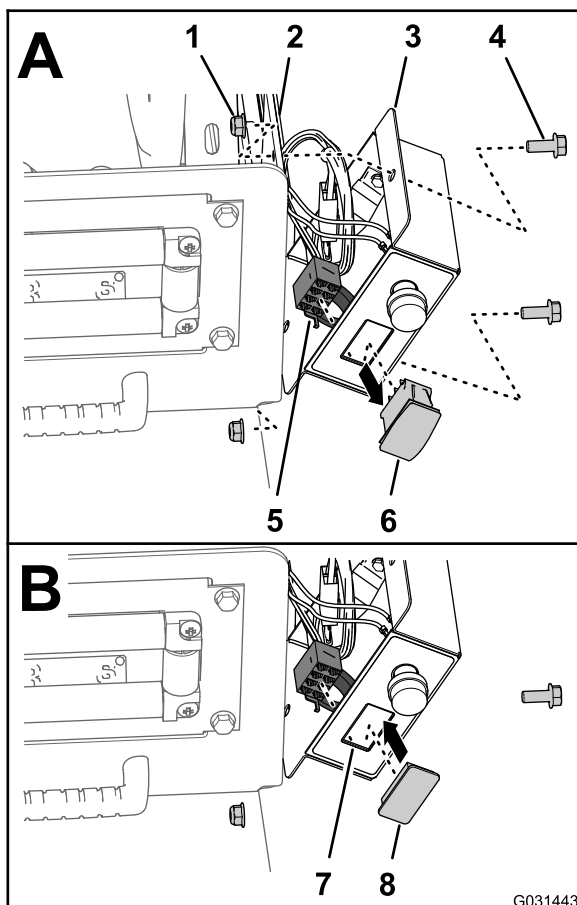

Figura 7
- Retire os 2 parafusos (5/16 x 3/4 pol.) e as 2 porcas de bloqueio (5/16 pol.) que prendem a caixa de controlo à placa de montagem do cilindro (Figura 7).
- Desligue o conector de 8 tomadas da cablagem da caixa de controlo do interruptor de CONTROLO DA PRESSÃO (Figura 7).
- Passo o conector de 8 tomadas por dentro da caixa de controlo (Figura 7).
- Aperte as abas de bloqueio do interruptor de CONTROLO DA PRESSÃO e pressione o interruptor para fora da caixa de controlo (Figura 7).
- Alinhe o tampão do interruptor com a abertura na caixa de controlo de onde retirou o interruptor (Figura 7).
- Insira o tampão do interruptor na caixa de controlo até o tampão ficar bem preso na cobertura (Figura 7).
- Alinhe a caixa de controlo com a placa de montagem do cilindro (Figura 7) e prenda a caixa à placa com os 2 parafusos (5/16 x 3/4 pol.) e as 2 porcas de bloqueio (5/16 pol.).